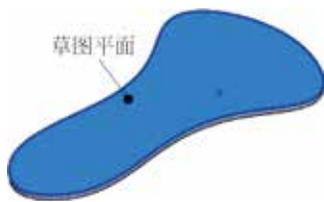
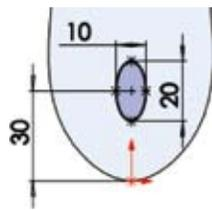

图 5.231 草图平面
图 5.232 截面草图
选择  功能选项卡中的  切除 - 拉伸 命令，在系统提示下选取如图 5.231 所示的模型表面作为草图平面，绘制如图 5.232 所示的截面草图。在“切除 - 拉伸”对话框  方向(D) 区域的下拉列表中选择  给定深度，选中 与厚度相等(A) 与 正交切除(N) 复选框。单击  按钮，完成切除 - 拉伸 1 的创建。